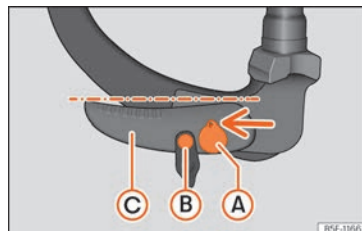

Fig. 171 Position de réserve : vérification de la position
- La clé » fig. 171 ① se trouve en position de déverrouillage (la partie trouée de la clé est visible vers le haut).
- Il est possible de déplacer la broche de déverrouillage » fig. 171 (B).
- Le levier » fig. 171 (C) se trouve en position inférieure.